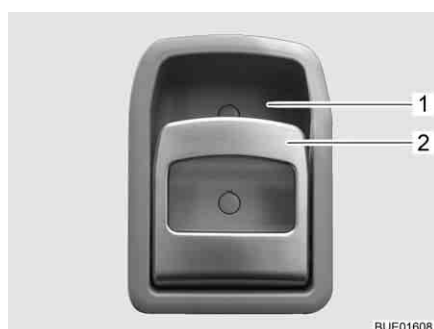

Fig. 49 Cerradura de la puerta de entrada, en el interior
- Tirar del tirador (Fig. 49,2). Se desbloqueará o bien abrirá la cerradura de la puerta.
- Presionar la parte superior del tirador (Fig. 49,2) hacia el alojamiento del tirador (Fig. 49,1). Se bloqueará la cerradura de la puerta.